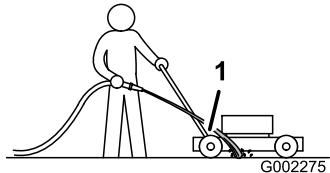

Figure 35
3. Tenez le tuyau d'arrosage à hauteur du guidon et dirigez le jet d'eau vers le sol, juste devant la roue arrière **droite** (Figure 35).